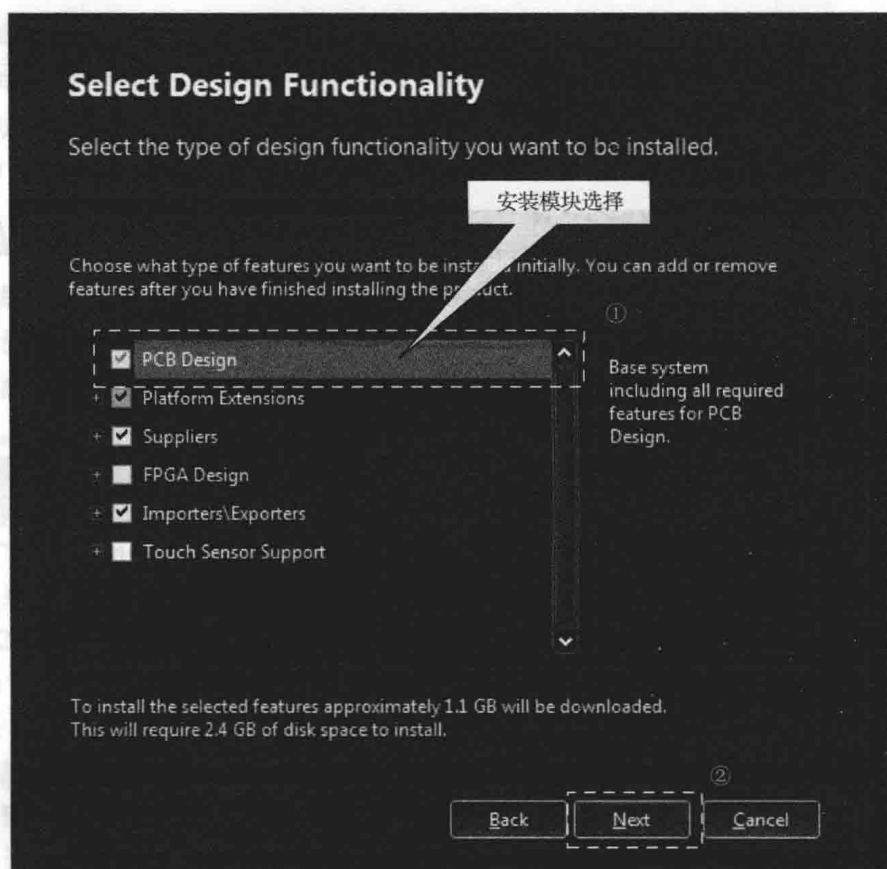

图 2-4 安装模块选择界面
(4) 安装模块选择界面如图 2-4 所示, 在安装模块选择区里, 有六种功能模块选项, 如果只做 PCB 设计, 就只选第一个; 同样, 需要做什么设计就选择哪个模块, 这样可以减少软件占用空间, 提高软件运行效率。模块选择完成, 单击【Next】按钮进入安装路径设置界面。